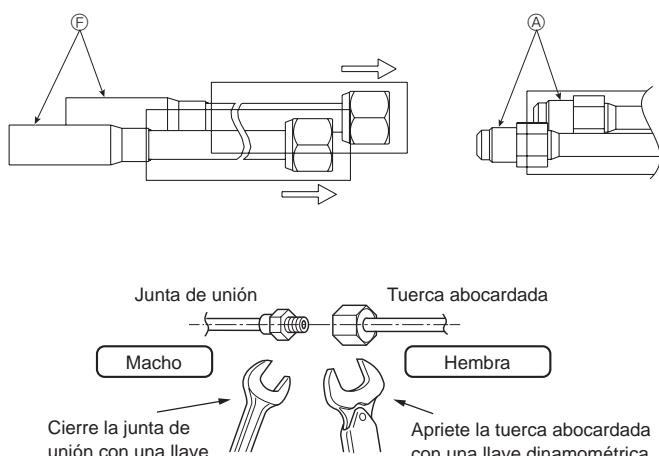

Fig. 3-10
- (2) Conecte la tubería de conexión en forma de I Ⓛ y apriete la tuerca con dos llaves. (El par de apriete de la tuerca abocardada es de 68 N·m a 82 N·m) (Fig. 3-10)
- (3) Cubra la junta con una cubierta de la tubería y asegúrela con una brida Ⓛ.